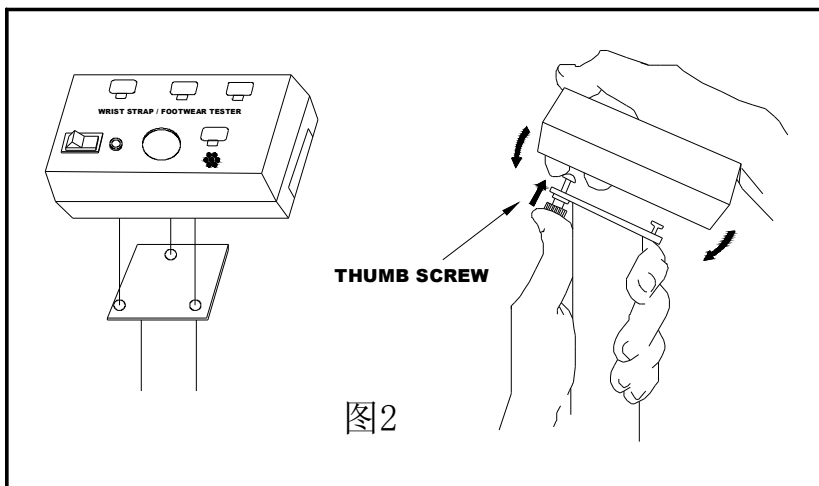

图2
2. 如图 2 所示将 COMBO 表固定在支撑杆上端的小铁板上